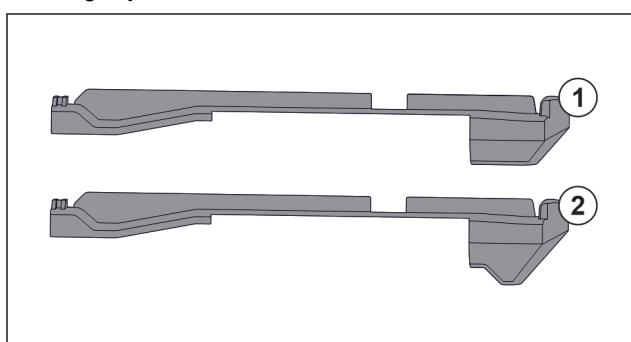

Fig. 121 Vergleich der Aufsteckteile
- Im Gerät befinden sich zwei unterschiedliche Aufsteckteile. Das Aufsteckteil über dem untersten Schubfach Fig. 121 (2) hat eine dreieckige Kante. Alle anderen Aufsteckteile Fig. 121 (1) haben eine gerade Kante.
- Aufsteckteil Fig. 121 (2) mit der dreieckigen Kante über dem untersten Schubfach anbringen.
- Aufsteckteil Fig. 121 (1) mit der geraden Kante an allen anderen Stellen anbringen.